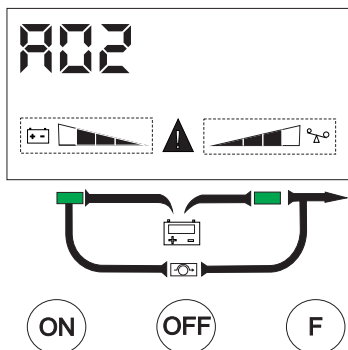

Figura 16
Quando ocorre um alarme, o ícone de advertência pisca a cada segundo e o buzzer emite sinais sonoros também a cada segundo, o usuário deve pressionar o botão "F" para mudar para a tela de exibição do alarme ocorrido (consulte o item 12) após resolver a causa do alarme o UPS volta a operar no modo normal. Na figura 16 um exemplo do código de alarme mostrado no display.